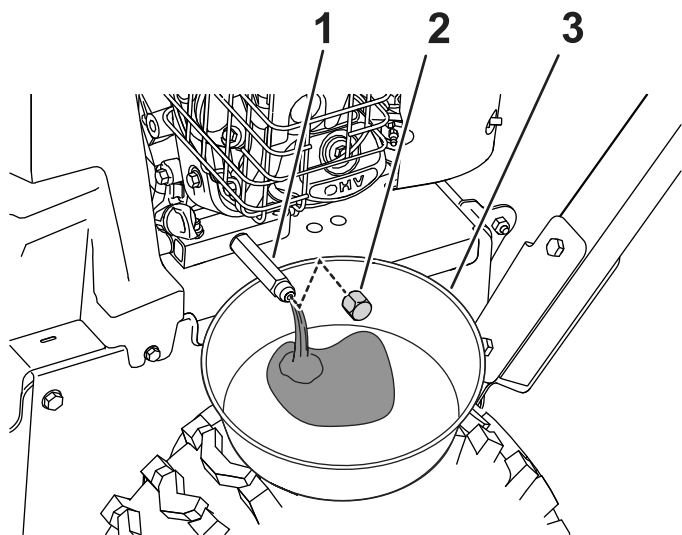

Figura 29
1. Posizionate una bacinella sotto il raccordo di scarico e rimuovete il tappo di spurgo dell'olio (Figura 29).